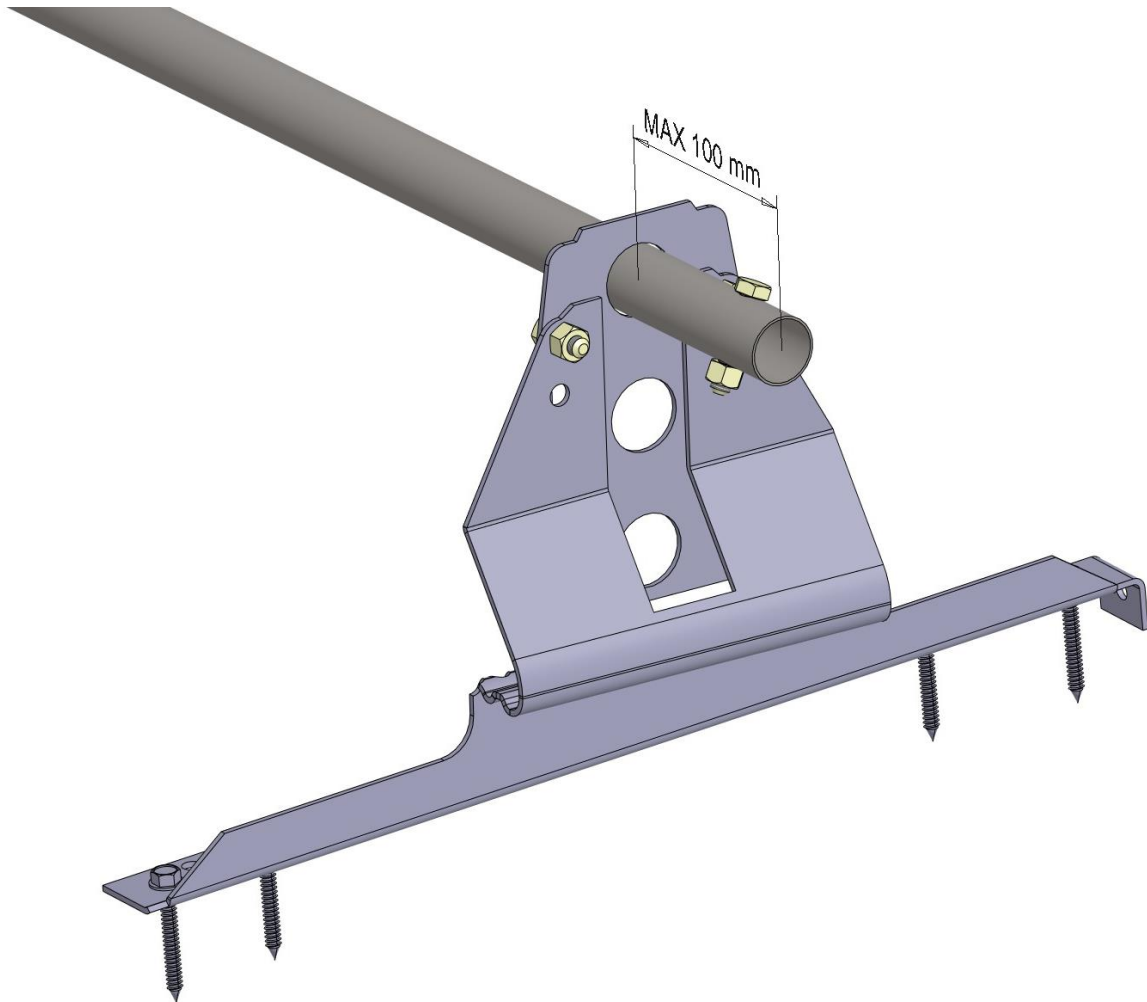

Bild 3
7. Skarvning av rörsnöräckena sker genom att stoppa in den smala ändan i ett annat rör, varefter fogen låses med sexkantskruvar M8 x 40 mm och en M8-mutter. Rörelsen i sidriktning låses genom att fästa sexkantskruvar M8 x 40 mm och muttrar i ändorna (bild 3).